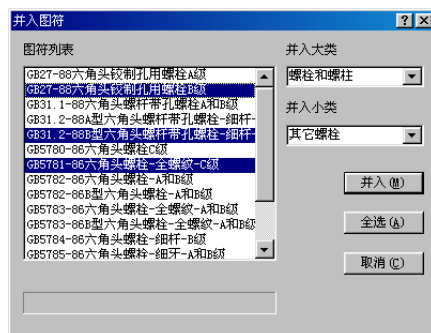

图 8-17 并入图符
(1) 在【图库管理】对话框中单击【并入图符】按钮，弹出【打开图库索引文件】对话框。用户可选择需要转换图库的索引文件，选择完后，单击【打开】按钮，可弹出【并入图符】对话框，如图 8-17 所示。